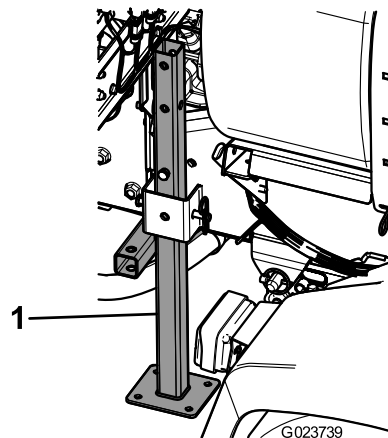

Figura 29
3. Insira os macacos traseiros de baixo para cima na estrutura perto dos pontos de fixação traseiros (Figura 29).